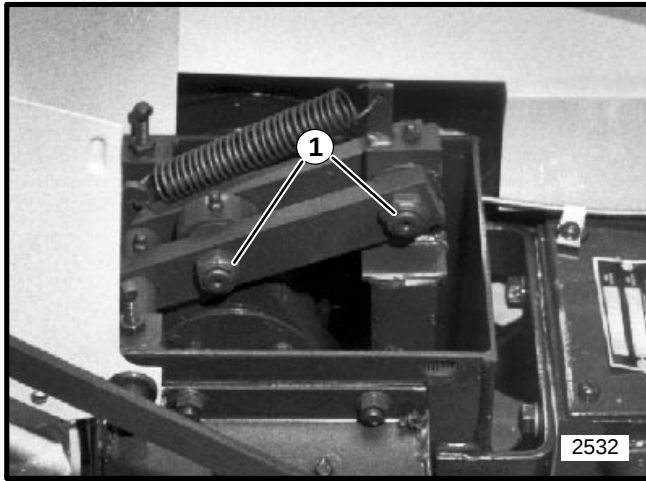

Figura 25
6. Remueva las dos (2) tuercas que aseguran el lado derecho del brazo. Deslice el brazo hasta que el brazo pueda ser girado hacia la parte trasera de la unidad. Vea la Figura 25.